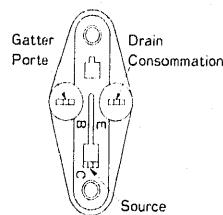

Abb. 5 Fig. 5
- (1) Wenn die stabilisierte Stromversorgung und die dazugehörigen Teile von Q701 und Q702 (D705, R706, R707 und ähnliche Teile) ersetzt werden, könnte die Einstellung der Eingangs/Ausgangs-Gleichspannung ausdriften, so daß die Eingangs/Ausgangs-Gleichspannung kontrolliert werden muß.
- (2) Da für HFE in (E) -Klassen klassifiziert ist und für Q701 und Q702 eine Klasse von (E1) – (E3) vorgeschrieben ist, unbedingt beim Austausch auf die richtige Klasse für den entsprechenden Kanal achten.
- (3) Da der Stecker für den Transistor auch für den Leistungs-MOS-FET verwendet wird, wird die Polarität durch B, C und E angegeben. Diese gemäß Angaben in Abb. 5 anzupassen, wenn der Leistungs-MOS-FET erneuert bzw. geprüft wird.